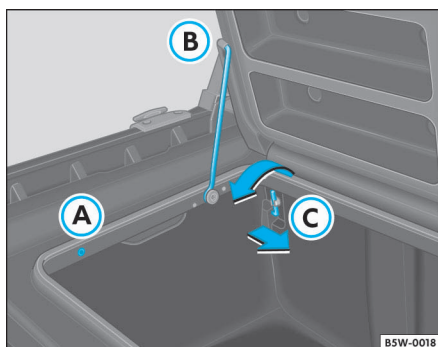

Fig. 79 Caja de carga abierta
- Retire la varilla del alojamiento **A** ⇒ fig. 79 y colóquelo en el soporte de sustentación de la tapa **B** ⇒ fig. 79.
- Mueva la palanca de fijación del soporte en el sentido de la flecha superior **C** ⇒ página 89, fig. 79 y sáquela tirando para el centro de la caja.